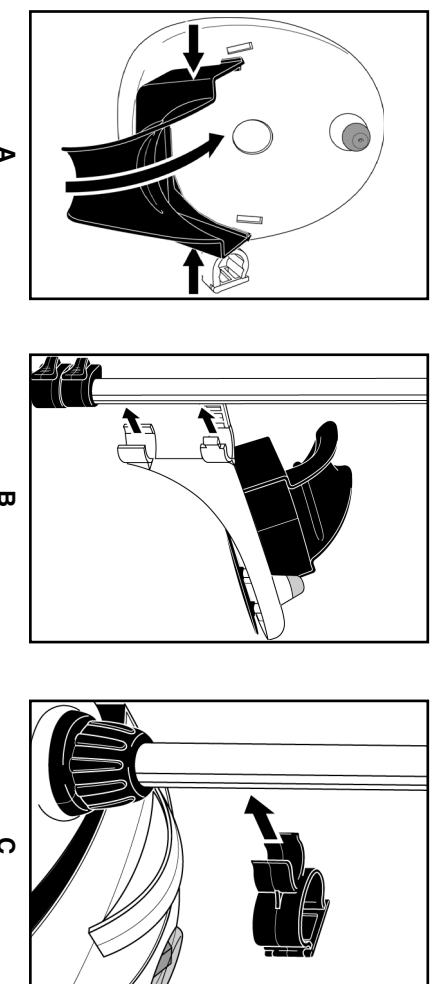

FIGURA 5
- Inserte la clavija de en medio, dentro del agujero de la base, las clavijas laterales deberá presionartas hacia adentro e insertarias en los agujeros de la base como se muestra en la FIGURA 5-A.
2. Conecte la base ensamblandola en el tubo telescópico, usando los 2 sujetadores de la base. Abra el seguro presionelos hacia la sección 2 del tubo (FIGURA 5-B).
1. Conecte el sujetador en la sección 4 del tubo telescópico, presionando hacia adentro del tubo (FIGURA 5-C).